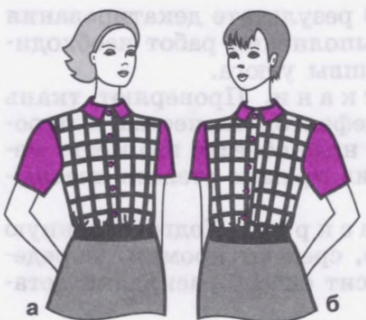

Рис. 15. Раскрой деталей изделия из ткани с рисунком:
4. Раскладка деталей выкройки на ткани. При раскладке деталей выкройки на ткани долевая нить ткани и направление долевой нити, указанное на деталях выкройки, должны совпадать. При раскладке необходимо также учитывать рисунок и волоконный состав ткани (рис. 15):